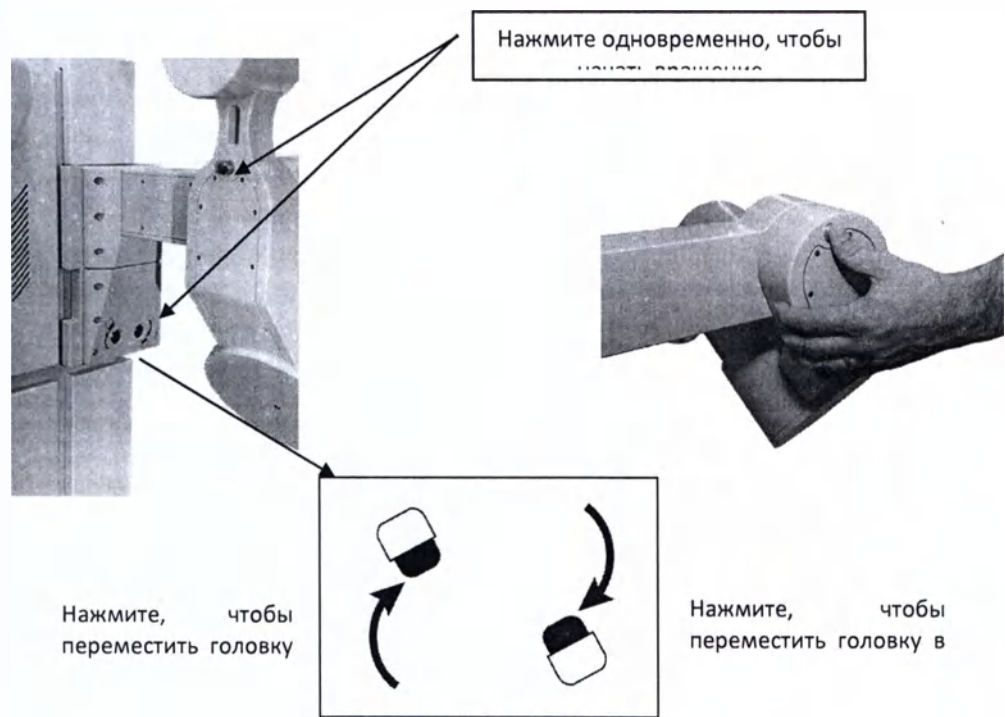

Рисунок 3-3: Процедура изменения положения головки. Автоматическое управление
1. Нажмите на кнопку фиксации, затем другой рукой нажмите на кнопку с указанием требуемого положения, не отпуская кнопку фиксации (Рисунок 3-3).